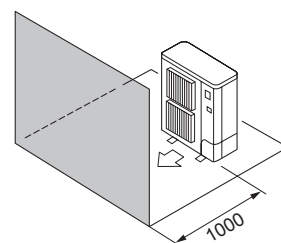

Fig. 2-9
- ④ Hindringer kun foran (Fig. 2-9)